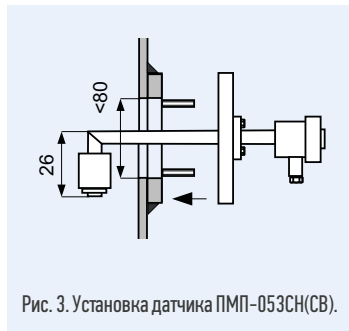

Рис. 3. Установка датчика ПМП-053СН(СВ).
1) небольшая высота вертикальной части направляющей (76 мм) позволяет осуществлять прямую установку в ответный фланец, внутренним диаметром не менее 80 мм (см. рисунок 3);